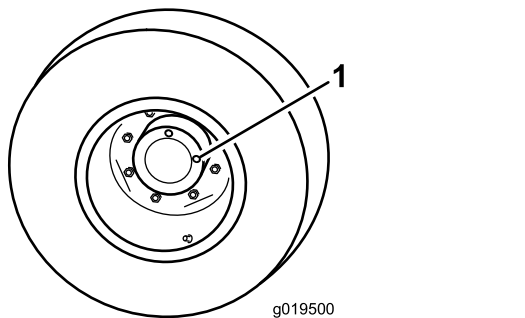

Рисунок 65
1. Поставив машину на ровную поверхность, расположите колесо так, чтобы одна контрольная пробка находилась в положении «12 часов», а вторая — в положении «3 часа» (Рисунок 65).
2. Снимите пробку, находящуюся в положении «3 часа» (Рисунок 65).